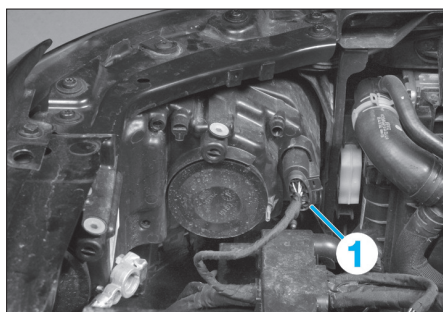

FIG. 70
- Débrancher le connecteur (1) (Fig.70).